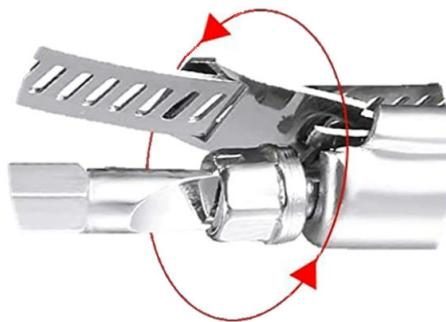

Abb. 10: Spannringeinstellung
- Spannschraube am Spannring 2- bis 3-mal gegen den Uhrzeigersinn drehen (Abb. 10).